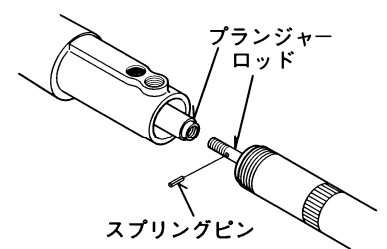

Fig.11
- 8) プランジャー部とロッドの接続固定用スプリングピンを抜いて、下ポンプを外してください。(Fig.11)